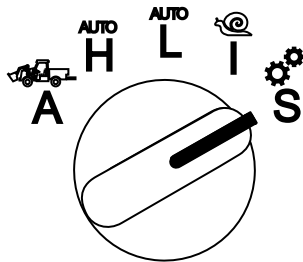

Figura 19
1. Ligue o seletor do modo de operação para a posição **S** (Figura 19).